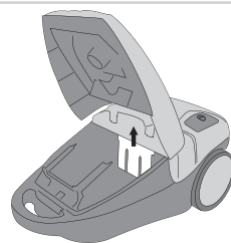

Figure 12 Retirer le filtre d'entrée
5. Sortez le support du filtre d'entrée de l'aspirateur, voir la figure 12.